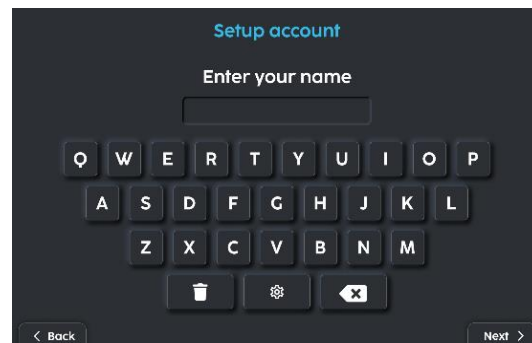

FIGURE 3-8
4. Entrez le nom de votre compte (Fig. 3-8).